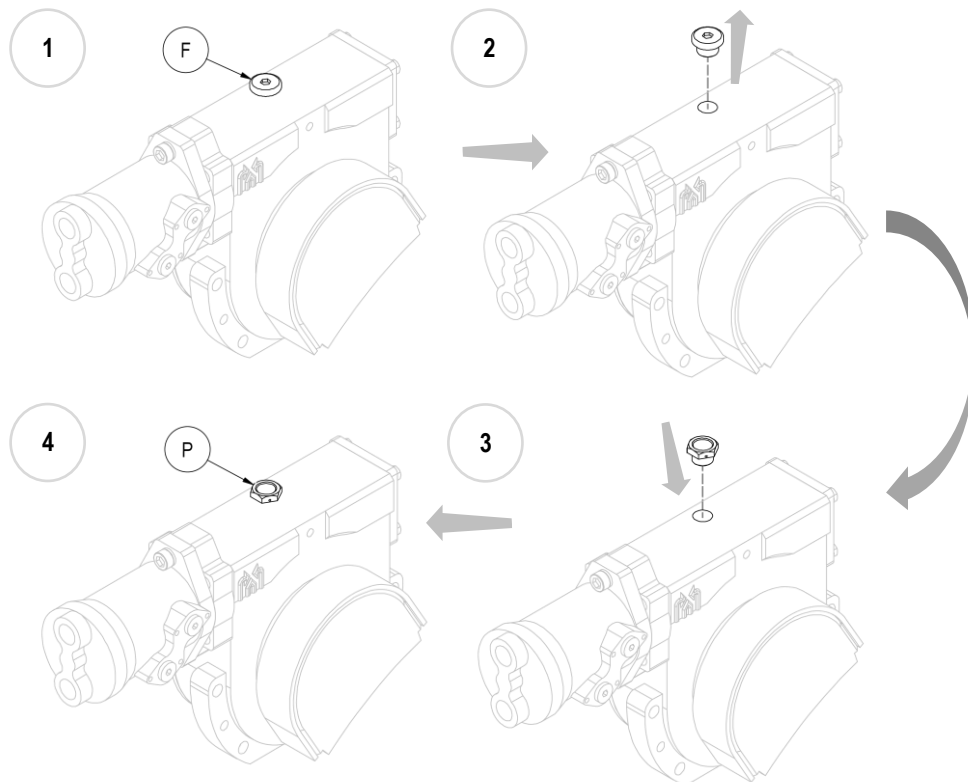

Figura 10
10. **N.B.** Ad attrezzatura montata, sostituire il tappo cieco di rabbocco olio in ferro (F) con quello in plastica fornito in dotazione (P), provvisto di sfiato (vedi Figura 10).